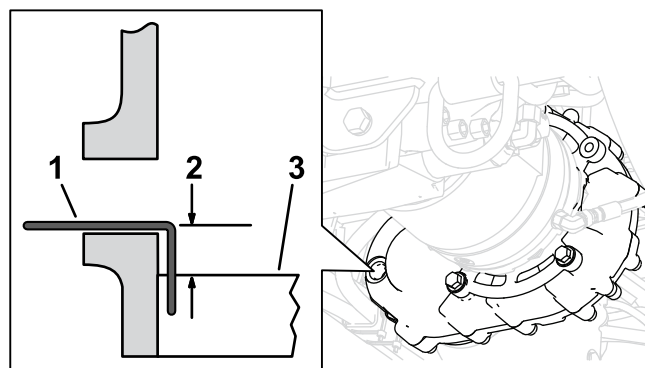

Рисунок 114
3. Убедитесь, что уровень масла в редукторе находится на 23 мм ниже нижней части смотрового отверстия; используйте изогнутую скрепку, вставленную в смотровое отверстие, как показано на Рисунок 114.